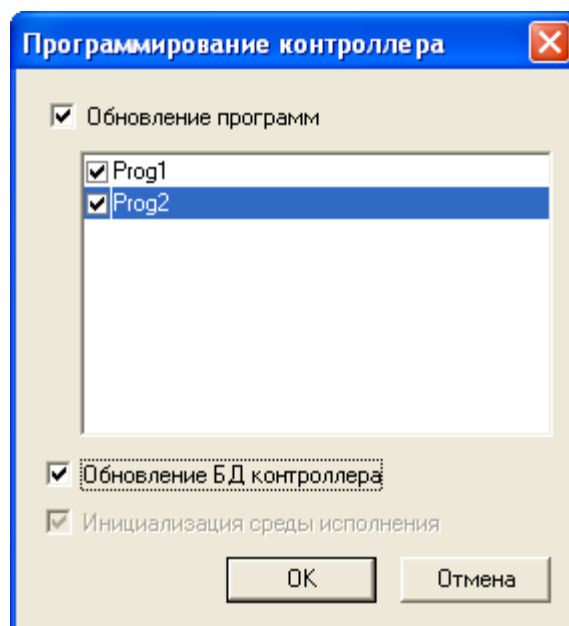

Рисунок 2.19 – Диалоговое окно «Программирование контроллера»
- 3 Выбрать команду «Программирование» из меню «Контроллер» и в появившемся окне «Программирование контроллера» (рисунок 2.19) задать список программ и признак обновления.